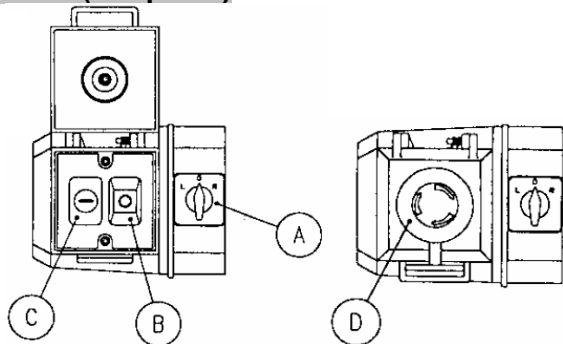

Рис.5
- (а) Прежде чем запустить станок, выберете направление вращения шпинделя, повернув выключатель (А) направо/по часовой стрелке, налево/против часовой стрелки (рис.5)
- (г) В случае аварии нажмите кнопку (D), чтобы остановить работу машины. После устранения неполадки отпустите аварийную кнопку и перезапустите работу станка, нажав кнопку старта (А).